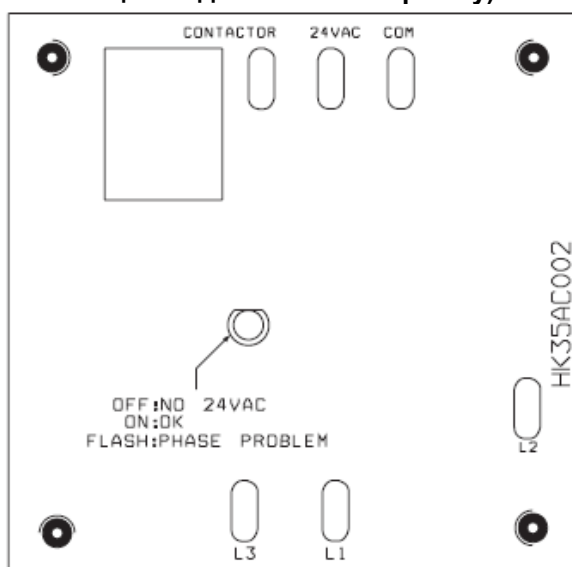

Рис. 11 Монитор фаз
- Мерцающий сигнал светодиода монитора фаз указывает на обратное направление вращения (См. Рис. 11 и Табл. 3).
В режиме охлаждения термостат замыкает цепи R-O, R-Y и R-G. Цепь R-O подает ток на реверсивный клапан, переключая его в позицию для охлаждения. В трехфазных моделях со спиральными компрессорами агрегаты имеют монитор фаз для определения правильного подключения фазовых проводов компрессора. (См. Рис. 11 и Табл. 3). При надлежащем подключении фазовых проводов цепь R-Y подает ток на контактор, запуская двигатель наружного вентилятора и цепь компрессора. Цепь R-G подает ток на реле вентилятора внутреннего агрегата, запуская двигатель вентилятора на высокой скорости.